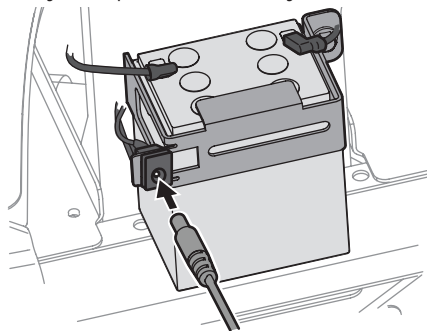

Figure 36
- a. Un chargeur de batterie (vendu séparément) est disponible pour ce tracteur. Les instructions d'utilisation du chargeur sont fournies avec l'accessoire. Le chargeur se branche dans la prise située à côté de la batterie comme illustré sur la Figure 36. Consultez le document « Pièces et garantie » pour commander un chargeur de batterie.